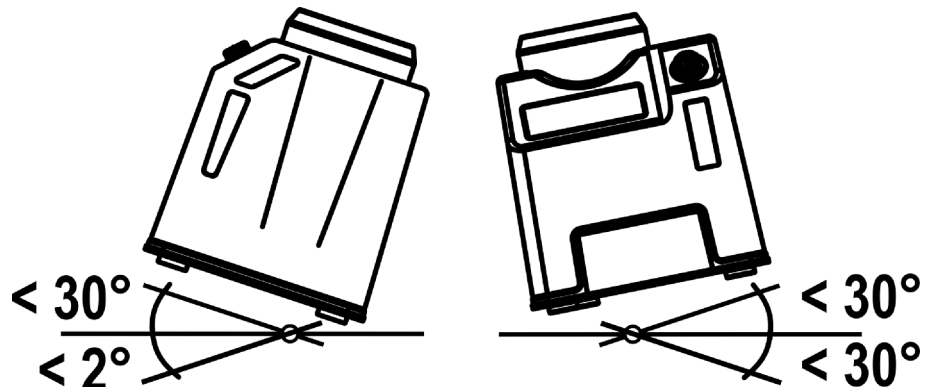

Abb. 3: Positionierung der Pumpe während des Betriebs
- die maximal zulässige Neigung der Maschine gemäß Abb. 3 nicht überschritten wird.